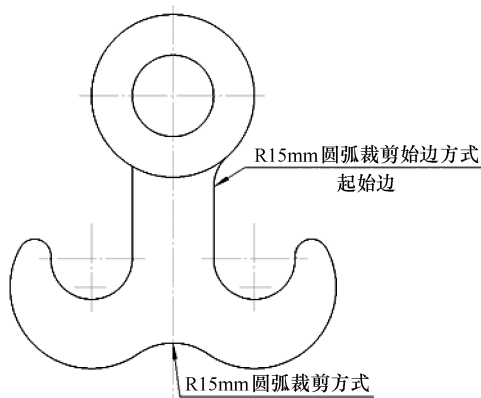

图 6-10 圆角过渡
6) 单击过渡按钮 ，在弹出的立即菜单中选择【圆角】和【裁剪】选项、将【半径】设置为“15”，这样即可将 R15mm 的圆弧绘制出来。接着依旧使用【过渡】命令，选择【圆角】和【裁剪始边】选项，将【半径】设置为“10”，根据提示使用鼠标依次选择要裁剪的边，操作结果如图 6-10 所示。